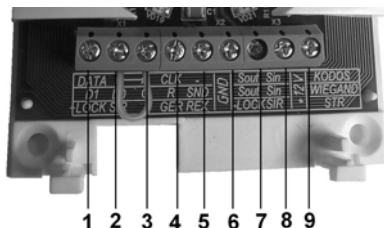

Рисунок 3 – Клеммы считывателя с перемычкой
*Устройство поставляется пользователю с перемычкой между клеммами 2 и 3 (см. рисунок 3).